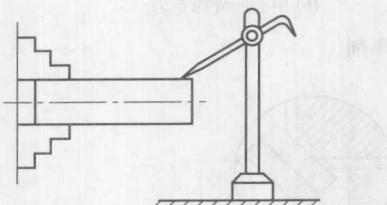

图 1-6 用划针找正轴类工件
1) 用卡盘轻轻夹住工件，将画针盘放置在适当位置，将画针尖端指向工件悬伸端外圆柱表面，如图 1-6 所示。